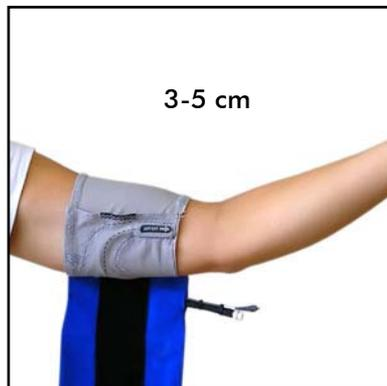

Figura 7: Colocación correcta del micrófono
- c. Coloque el marcador de la arteria (**ARTERY**), situado donde está el micrófono en la manga, sobre la arteria braquial a unos 3-5 cm por encima del codo. El micrófono debe estar en la parte medial del brazo, no sobre el bíceps (Figura 7).